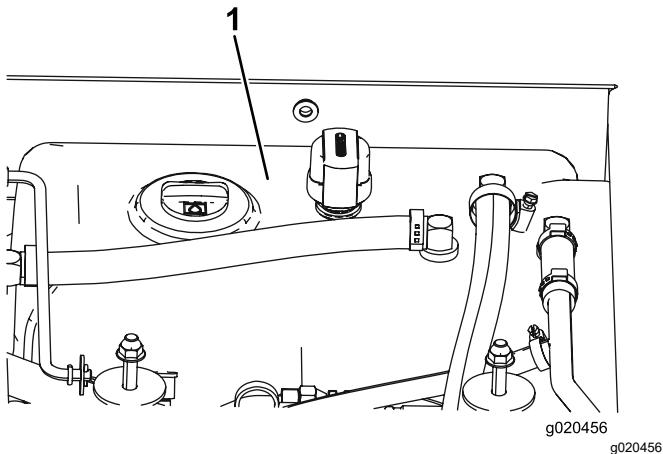

Bild 118
4. Füllen Sie den Hydraulikbehälter (Bild 118) mit Hydrauliköl, siehe Prüfen des Hydrauliköls \(Seite 86\).